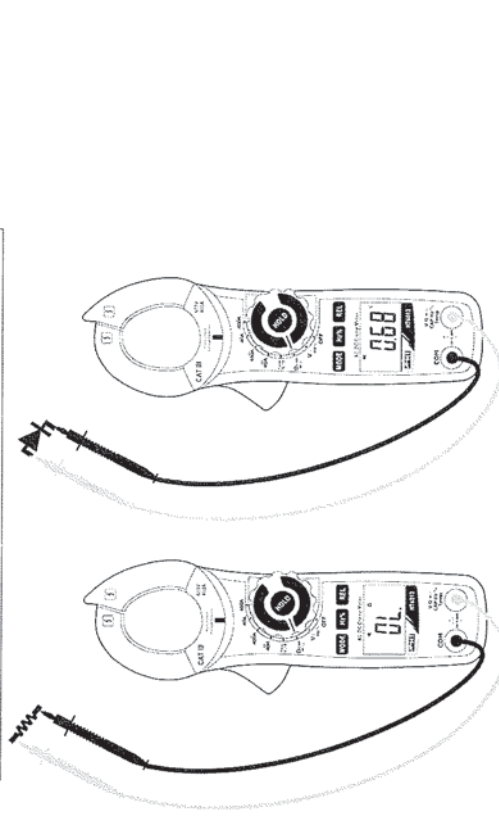

Fig. 7 : Utilisation de la pince pour test de continuité et test des diodes
3. Insérer le câble rouge dans l'entrée du jack **VΩ** → → → **CAPHz%**Temp et le câble noir dans l'entrée du jack **COM** et exécuter le test de continuité sur l'objet sous test (voir la Fig. 7 - partie gauche). L'alarme émet un signal sonore si la valeur de résistance mesurée est inférieure à 30Ω environ.
5. Connecter l'embout rouge à l'anode de la diode et l'embout noir à la cathode en cas de mesure de polarisation directe (voir la Fig. 7 - partie droite). Inverser la position des embouts en cas de mesure de polarisation inverse.